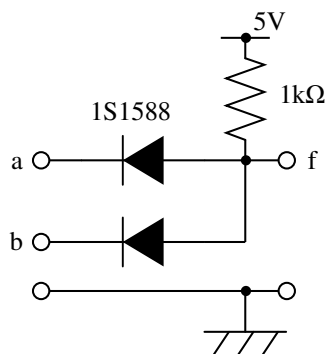

図 9-2 ダイオード論理回路 2
- 2) 図 9-2 の回路を製作せよ．次に，入力端子 a, b に種々の電圧を加えたときの出力端子 f の電圧を，マルチメータで測定することにより，動作特性表を完成せよ．また，この表より，正論理に対応した真理値表を完成して，この回路の論理動作を検討せよ．